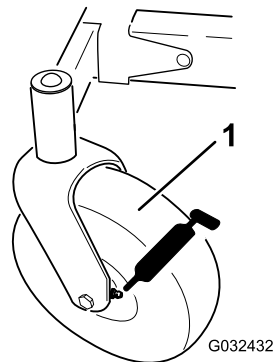
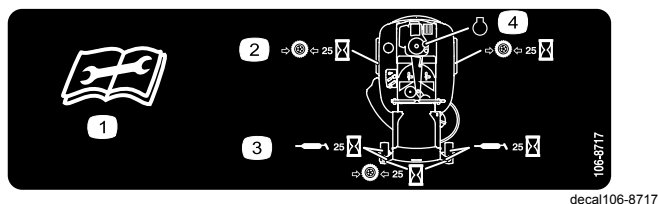

Рисунок 38
Рисунок 39
3. Очистите масленки (Рисунок 38 и Рисунок 39) с помощью ветоши.
4. Присоедините смазочный шприц к каждой масленке (Рисунок 38 и Рисунок 39).